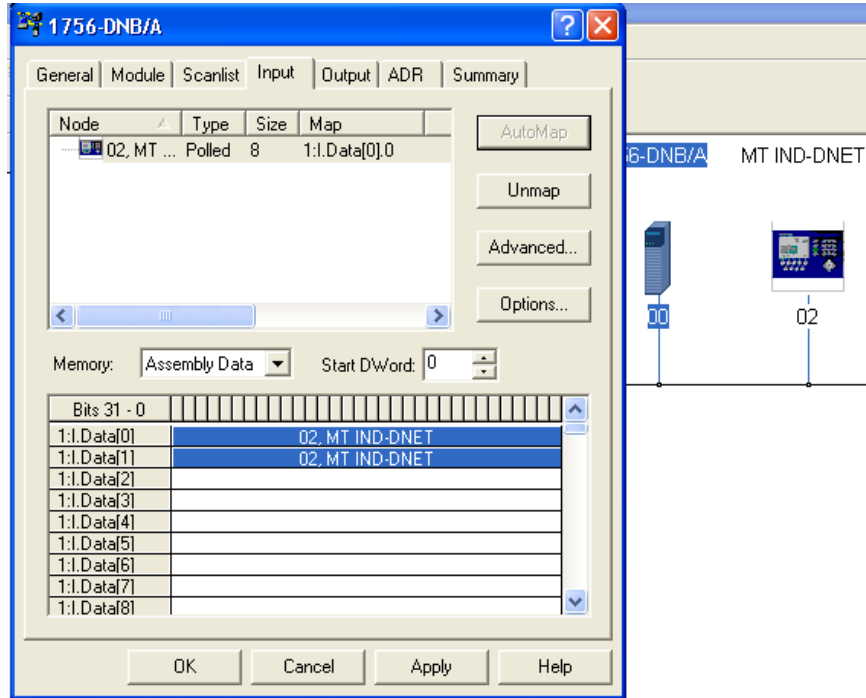
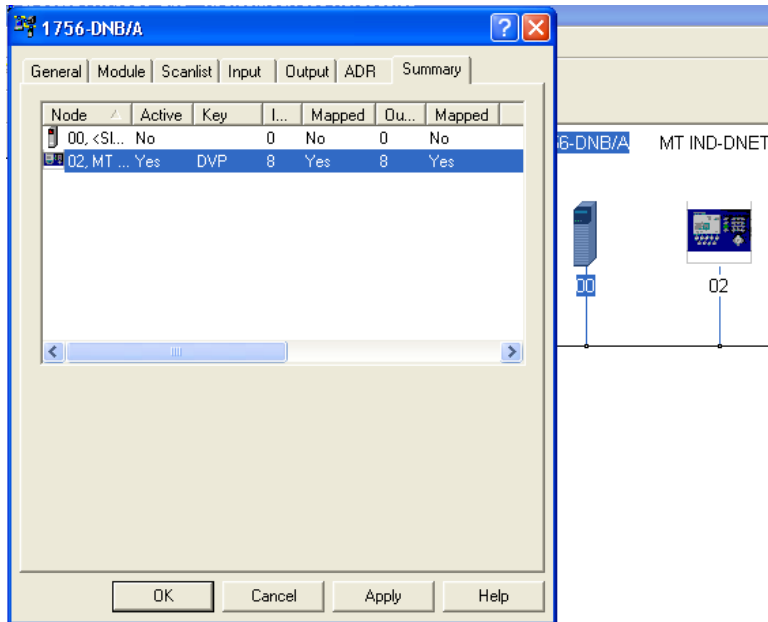

Abbildung 3-21: Zuordnung des IND-Terminals
Abbildung 3-22: Registerkarte „Summary“ (Übersicht)
11. Sobald das IND-Terminal zur Scanliste hinzugefügt wurde, rufen Sie das Eigenschaftendialogfeld auf, um die I/O-Zuordnung (Abbildung 3-21 und Abbildung 3-22) auf der Scannerkarte zu überprüfen. Beachten Sie, dass Sie die Zuordnung automatisch oder manuell durchführen können. Erweiterte I/O-Zuordnungsoptionen finden Sie in den Unterlagen